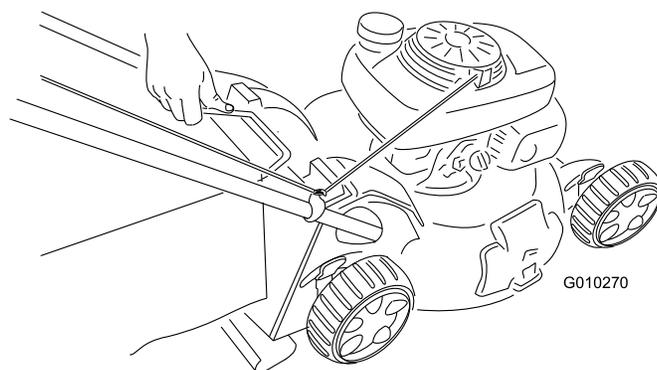

図 30
2. 機体上部の溝から摺動バッグのハンドルを外し、集草バッグ全体を機体から外す 図 30。